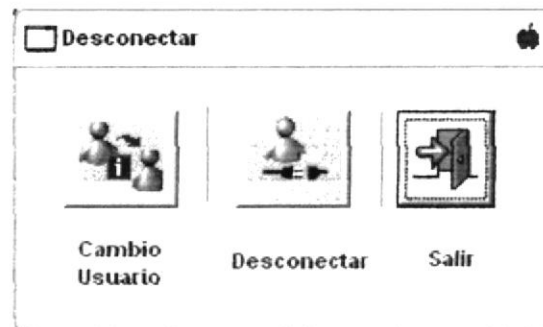

Figura 3.4 Pantalla de Desconectar
- Seleccione del Menú Archivo la opción titulada "**Desconectar**" y después clic; a continuación aparecerá lo siguiente (Ver figura 3.4)